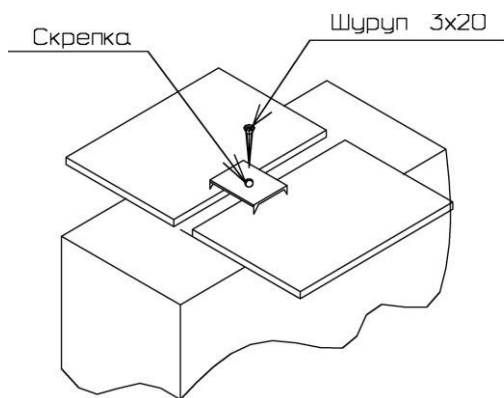
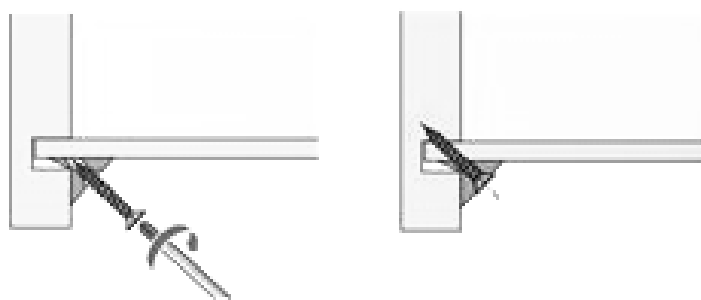

Рис. 3
Рис. 4
Установить задние стенки внакладку, согласно схеме сборки. Закрепить их шурупами 3x20мм к боковым стенкам и нижнему щиту, и саморезами 3,5x16мм к задней стенке (35) и задней планке (36). На кромке горизонтального щита (34) стыки задних стенок закрепить скрепками (рис. 3).
Закрепить задние стенки с помощью уголков с шурупами к боковым стенкам, равномерно распределив их по высоте (рис. 4), и саморезами 3,5x16мм к задним планкам (24). На краях горизонтальных щитов (23) стыки задних стенок закрепить скрепками (рис. 3).